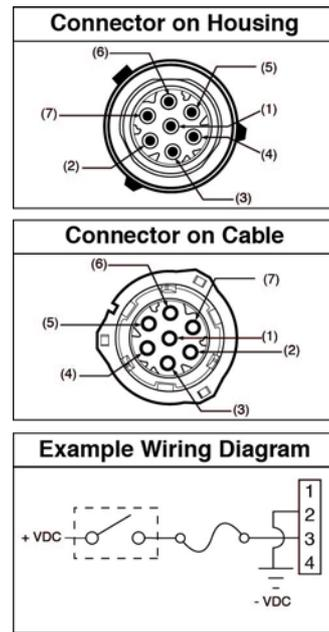

FIG. 4
- Per identificare la posizione corretta nel connettore, vedere il layout dei contatti nella FIG. 4.
Contatti e colori dei relativi cavi (FIG. 4)